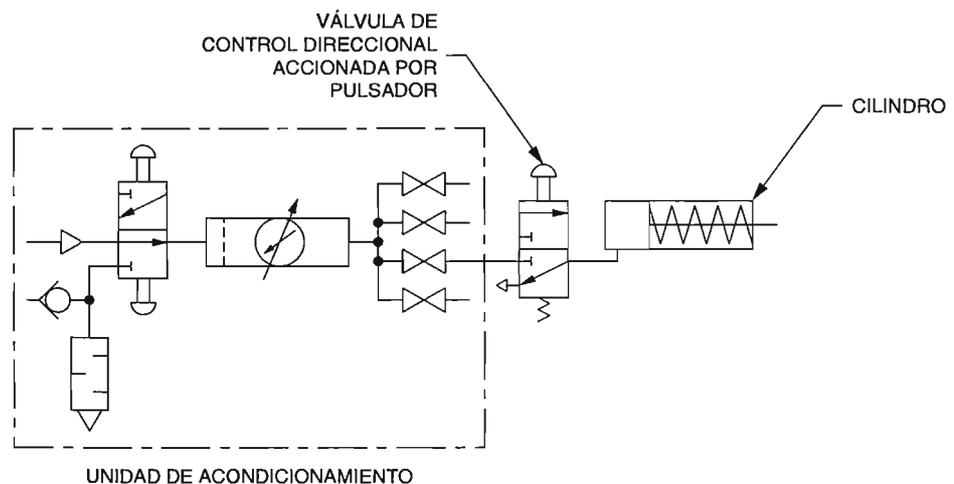
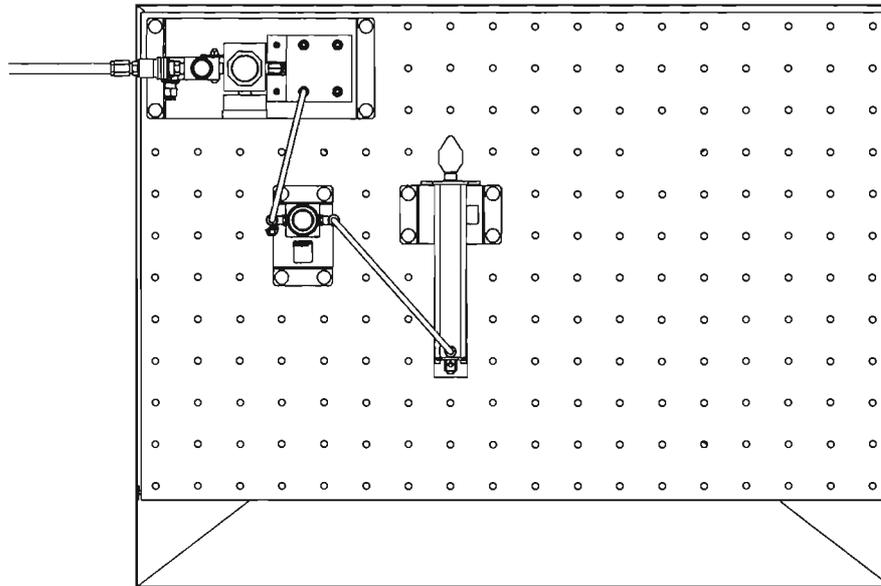

Figura 1-20. Diagrama esquemático de un circuito neumático.
Figura 1-21. Diagrama de conexión de un circuito neumático.
□ 3. Instale los componentes en la superficie de trabajo y conecte el circuito mostrado en la Figura 1-20. Consulte el diagrama de conexión mostrado en la Figura 1-21 para realizar sus conexiones. Conecte la unidad de acondicionamiento al orificio NC (normalmente de no paso) de la válvula de control direccional.